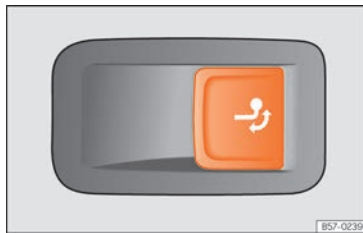

Fig. 182 En el lado derecho del maletero: tecla para desbloquear el gancho de remolque.
- Tire de la tecla » » » fig. 182 brevemente. El gancho de remolque se desbloquea eléctricamente y se gira automáticamente hacia fuera. El testigo de control de la tecla parpadea.
- Tire de la tecla » » » fig. 182 brevemente. El gancho de remolque se desbloquea eléctricamente.
• No pulse nunca la tecla »» fig. 182 cuando haya un remolque enganchado o vaya montado un portaequipajes u otros accesorios sobre el gancho de remolque.